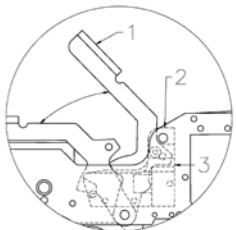

图2
2. 装填及点火(图2)
在常规清洁中不需要拆卸手枪。当枪膛处于开启(“装弹”)位置时,可以通过使用提供的清洁棒,从握把上的开口穿过枪膛闭锁块上开口对应的位置(图2(3)),以清洁膛室和枪管。为了避免污垢或灰尘渗入扳机组件和机械装置中,建议在使 用气体清洁剂之前,手枪旋转180度,握把底盖面朝上。